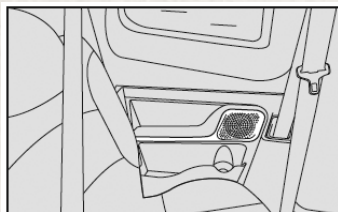

fig. 97
- En la parte lateral trasera de la 700 CC fig. 97.